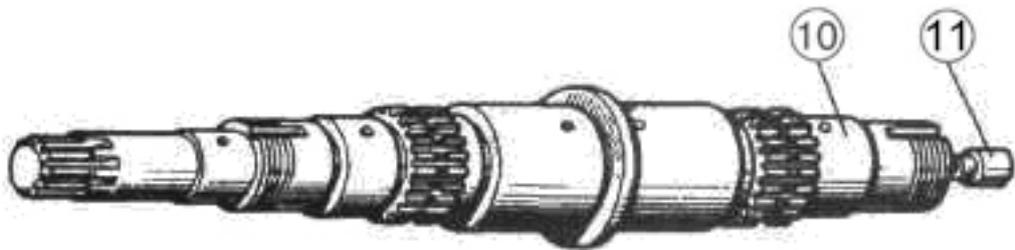
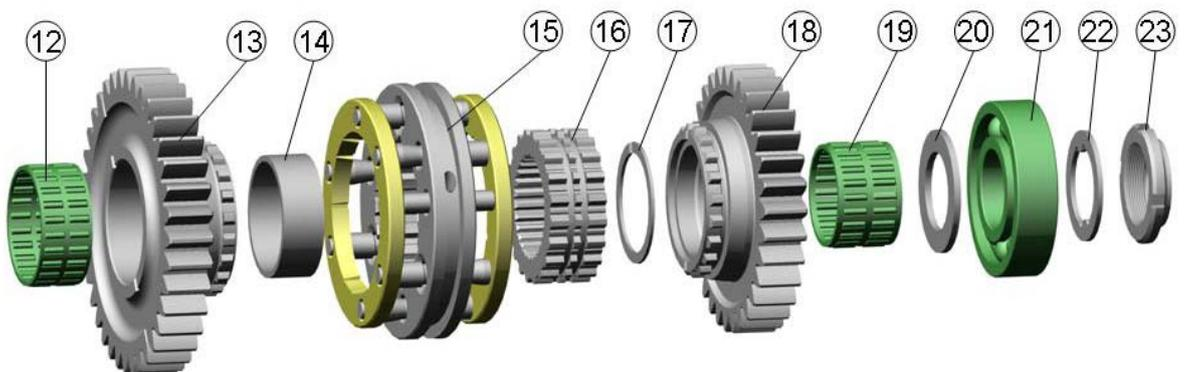

Рисунок 4.39
Рисунок 4.40
4.3) отверните гайку (23) (рисунок 4.40), спрессуйте подшипник (21) и дроссель (11) (рисунок 4.39) с вала (10);
4.4) снимите кольцо (20) (рисунок 4.40) подшипник (19), шестерню (18), синхронизатор (15), стопорное кольцо (17), выпрессуйте втулку синхронизатора (16), снимите втулку (14) подшипник (12), шестерню (13);